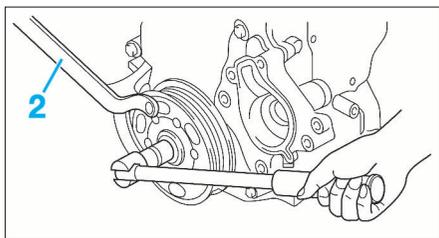

FIG. 29
• A l'aide de l'outil (2) (Fig.29), bloquer le vilebrequin, déposer sa vis de fixation afin de l'extraire.